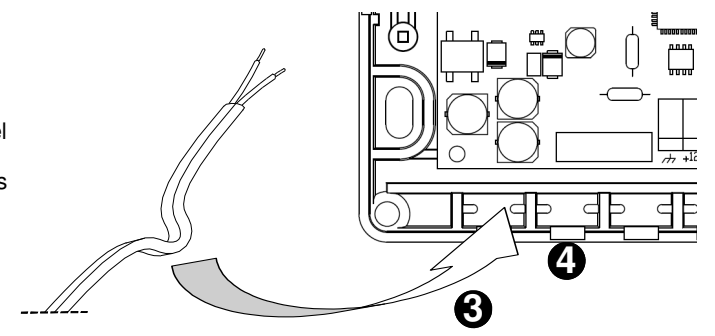

Fig. 3: Instrucción tendido cables.
- Cerrar el dispositivo. Los cables deberán 'doblarse' como se muestra en Fig. 3 y hacerse pasar por los sujetos cables **3**.
Se si usa una entrada cable y el relativo sujeto cable es necesario eliminar con una pinza apta, el diente de plástico **4** Fig. 3 para abrir el pasaje del cable.